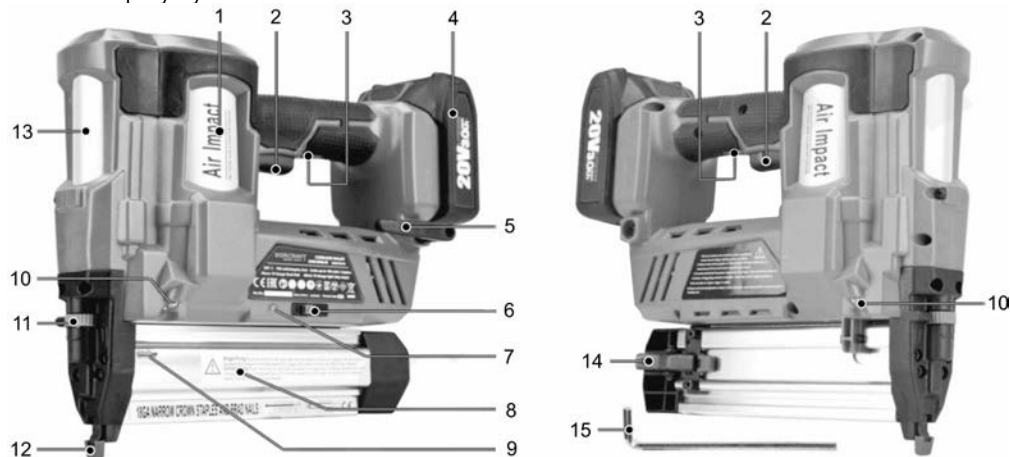

Рисунок 1
3.5 З метою безпеки степлер має блокувальний пристрій – автоматичний запобіжник мимовільного пострілу (12, рисунок 1). Заборонено направляти степлер на себе, в сторону людей або тварин.
- Натисніть на важіль блокування (14, рисунок 1) і потягніть повзунок важеля назад.
- Помістіть стрічку (обойму) цвяхів у магазин (8, рисунок 1), максимальна місткість магазину – 100 цвяхів/скоб.
Глибину забивання встановлюють за допомогою регулятора глибини пострілу (11, рисунок 1). Перед початком робіт проведіть пробні постріли в аналогічний матеріал, який не буде призначений для подальшого використання, з метою підбору необхідного розміру цвяхів/скоб та глибини їх забивання. Перед першим пострілом ви можете встановити його посередині, а потім виконати коригування, доки не отримаєте бажаний результат.
Пристрій оснащений світлодіодами (10, рисунки 1 і 5) з обох боків для підсвічування робочої зони. Перед початком роботи натисніть кнопку (3, рисунок 1), світлодіоди з обох боків почнуть світитися. Підсвічування також може почати світитися, якщо запобіжним кінцевиком (12, рисунок 1) натиснути на заготовку.
Перед початком роботи спочатку визначте режим, в якому буде виконуватися постріл цвяхів або скоб. Перемістіть перемикач режимів роботи (6, рисунок 1) у положення «один цвях» (вперед), щоб отримати режим одиночного пострілу. Другий режим призначений для серійної роботи з кріпленням матеріалів. Для цього перемістіть перемикач режимів роботи у положення «чотири цвяхи», щоб отримати контактний режим пострілу.
- Притисніть запобіжний кінцевик (12, рисунок 1) до заготовки у необхідному місці.
- Натисніть на пускову клавішу (2, рисунок 1), щоб зробити постріл.
- Натисніть і утримуйте пускову клавішу (2, рисунок 1), не відпускаючи її весь час.
- Притисніть запобіжний кінцевик (12, рисунок 1) до заготовки у необхідному місці. Продовжуйте натискати на пускову клавішу весь час, але відпустіть запобіжний кінцевик після пострілу.